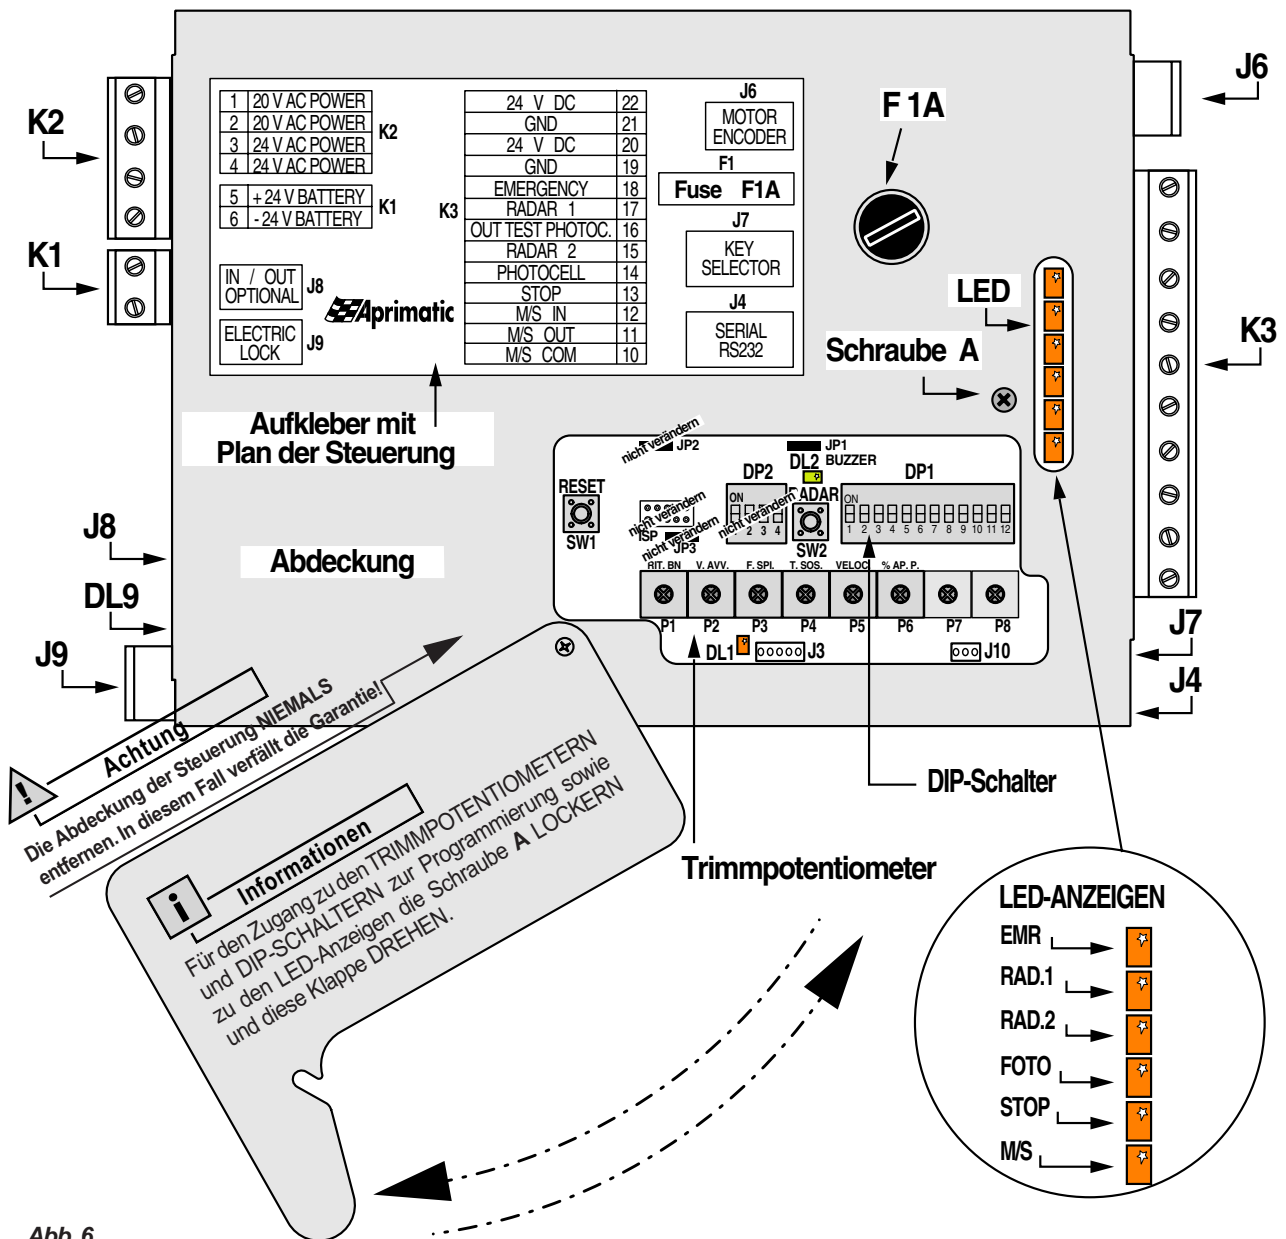

Abb. 6
CONTROL WING NK besteht aus der ELEKTRONIKKARTE, die an einem Profil aus stranggepresstem Aluminium befestigt ist, das als HALTERUNG zur Befestigung am Modul der Türautomatik dient. Die Karte ist durch eine Abdeckung mit einer Klappe für den Zugang zu den Programmier- und Meldeeinrichtungen geschützt. Die Klemmleisten und Steckverbinder sind hingegen direkt an den seitlichen Enden zugänglich (Abb. 6).
- Den Steckverbinder des Schlüsselschalters an Anschluss **J7** der Karte CONTROL WING NK anschließen (**Abb. 6**).